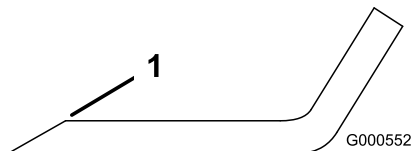

Figura 73
1. Affilate i taglienti da entrambe le estremità della lama con una lima (Figura 73).
Nota: Se la lama non è bilanciata, limate del metallo soltanto dalla costa (Figura 73).